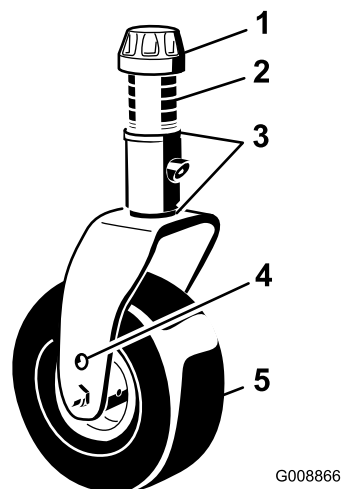

図 7
2. キャスタホイールのアクスルをキャストフォークの上穴または下穴にセット全部のキャストフォークで同じ穴に統一する。セッティング用の穴の選択については図7、図8および図9を参照のこと。
1. スピンドルシャフトからテンショニングキャップを取り図7、キャストアームからスピンドルを抜き出す。シム mm を枚スピンドルのシャフトに通す当初の状態と同じに。これらのシムは、デッキ全体の左右の水平調整に必要なものとなる。希望する刈高に必要な枚数のスペーサ 13 mm 厚をスピンドルシャフトに通し、その上からワッシャを取り付ける。